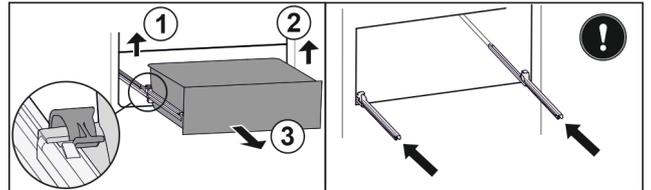

Fig. 119
- Sollevare il morsetto sinistro e allo stesso tempo tirare in avanti il cassetto sinistro. *Fig. 119 (1)*
- Sollevare il morsetto destro e allo stesso tempo tirare in avanti il cassetto destro. *Fig. 119 (2)*
- Rimuovere il cassetto tirandolo in avanti. *Fig. 119 (3)*